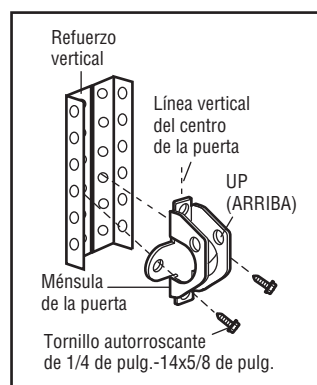

Figura 2A
- Haga los agujeros de 3/16 de pulg. para fijar la ménsula. Fije la ménsula de la puerta con dos tornillos autorroscantes de 1/4 de pulg.-14x5/8 de pulg. (Figura 2A)